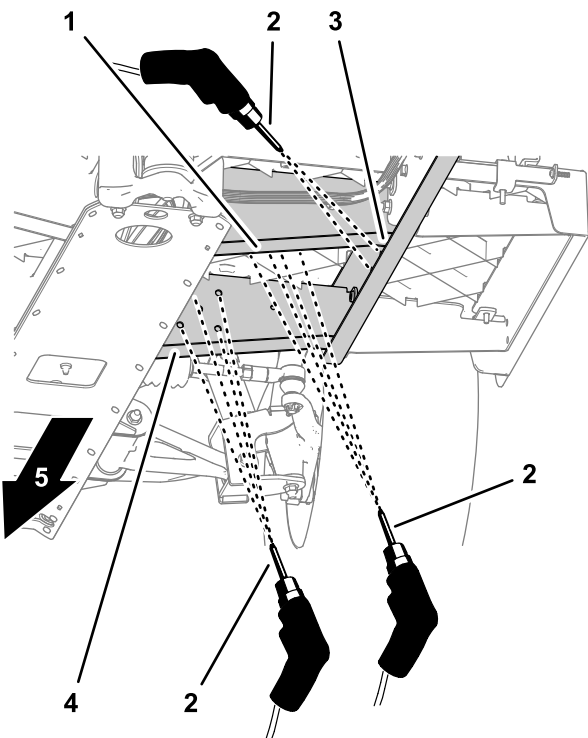

図 18
6. 8 mmのドリルビットを使って、センターパンチマークの所に側面と床の溝を開ける(図 18)。